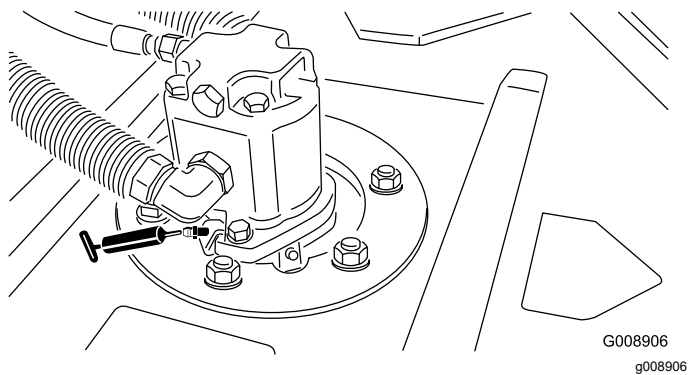

Figure 39
- 2 (par unité de coupe) roulements d'axe de pivot d'unité de coupe (Figure 39)